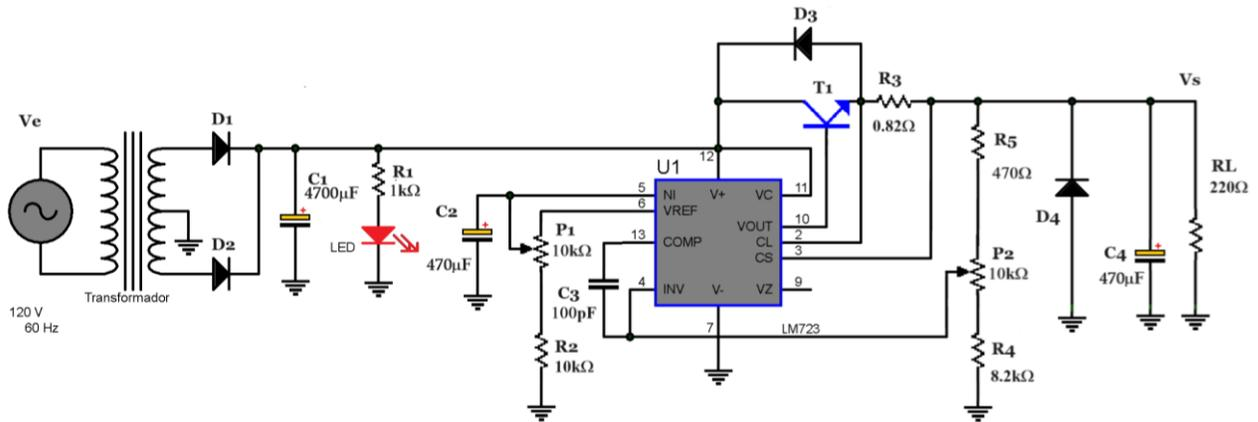

Figura 11.1
2. El alumno deberá explicar el funcionamiento del circuito de la figura 11.1, *éste deberá ser entregado al profesor del laboratorio al inicio del mismo.*
3. El alumno deberá de realizar la simulación del circuito de la figura 11.1.
1. Arme el circuito de la figura 11.1.